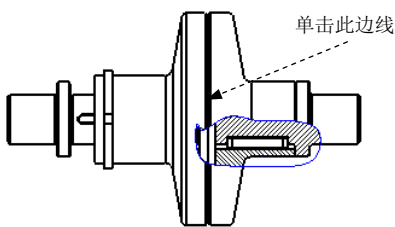

图 11.3.5 绘制剖视图的边界线
Step4. 设置剖视图选项。在“绘图视图”对话框中，在类别区域中选择 **截面** 选项；将 **截面选项** 设置为 **2D 横截面**，然后单击 **+** 按钮；在 **名称** 下拉列表框中选取剖截面 C，在 **剖切区域** 下拉列表框中选取 **局部** 选项；单击图 11.3.5 所示的边线为参考，绘制图中所示的局部区域的边界，然后单击 **应用** 按钮。